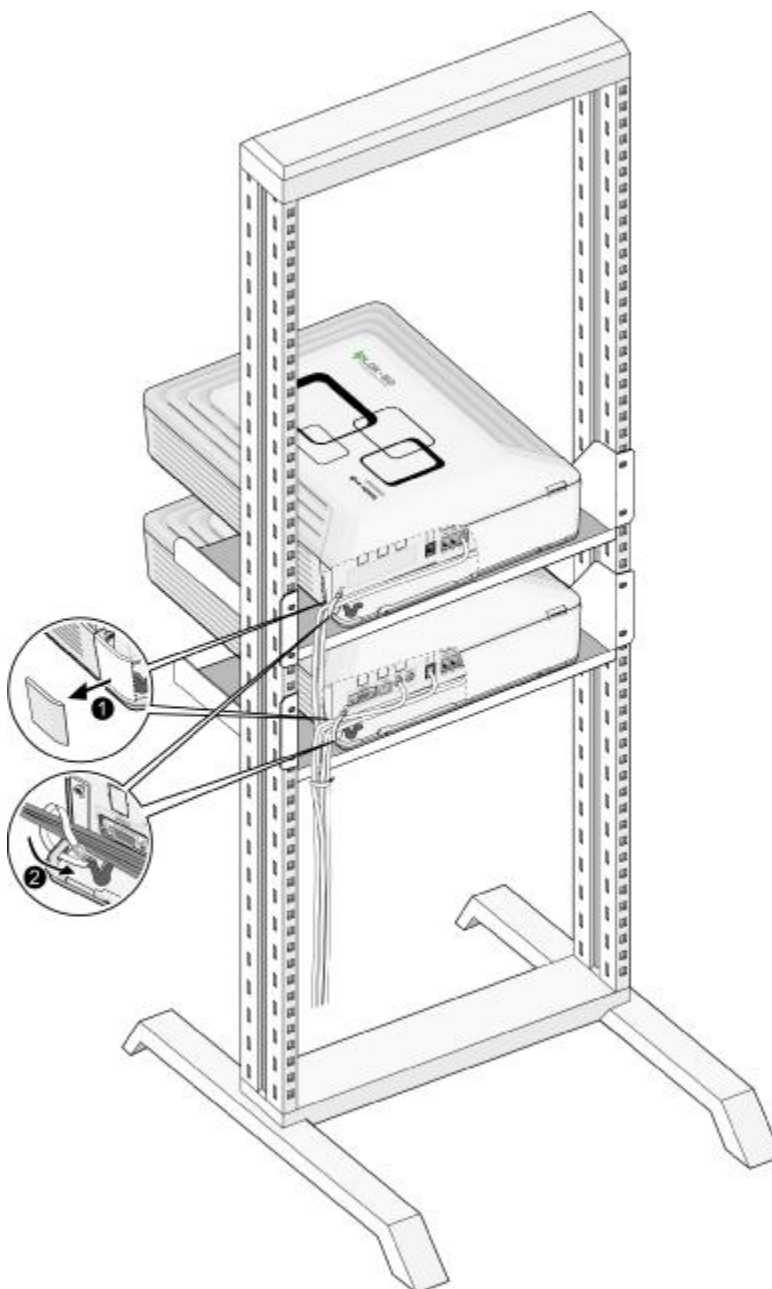

Рис. 5.2.2 Прокладка кабелей при монтаже в стойку
2. Подсоедините кабели к порту CO/STA и портам MON/RS-232C как показано на Рис. 5.2.2.